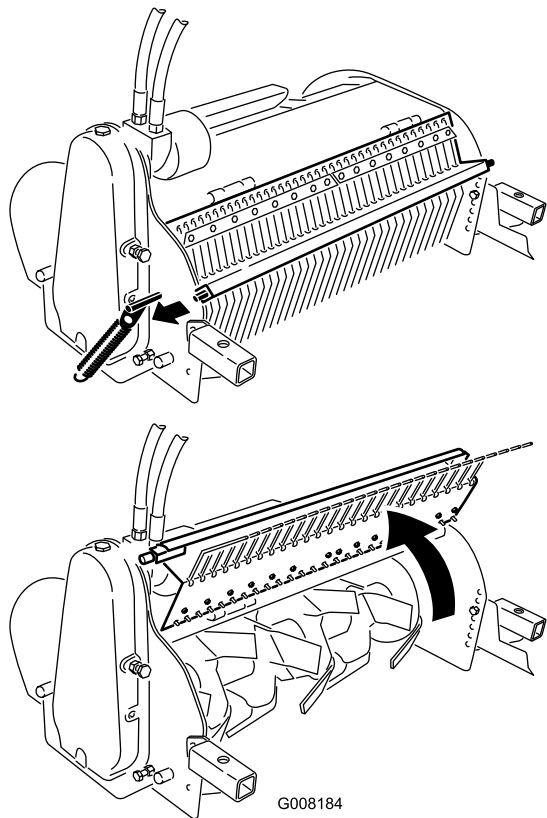

Figura 12
3. Sollevate e rilasciate il dente di arresto dell'anello sul lato del coltivatore (Figura 12).
4. Aprite il coperchio delle fustelle (Figura 12).